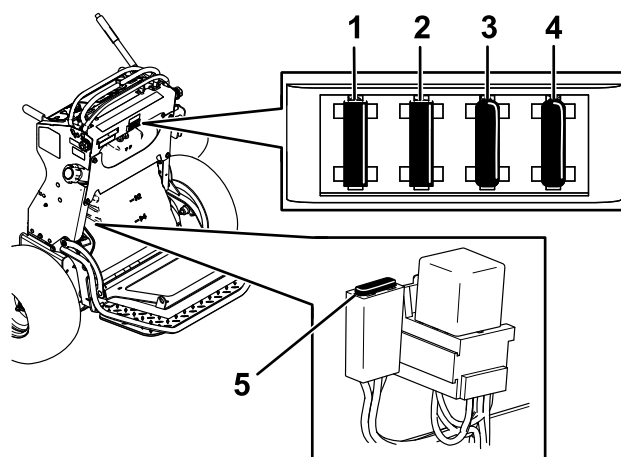

Figure 51
5. Sortez le fusible et remplacez-le (Figure 51).